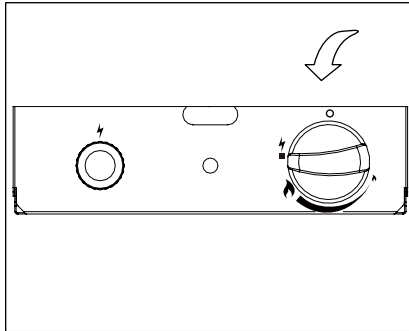

Figura 2
- Presione la perilla de control y gire a la izquierda para “ PILOTO” () (Figura 2).